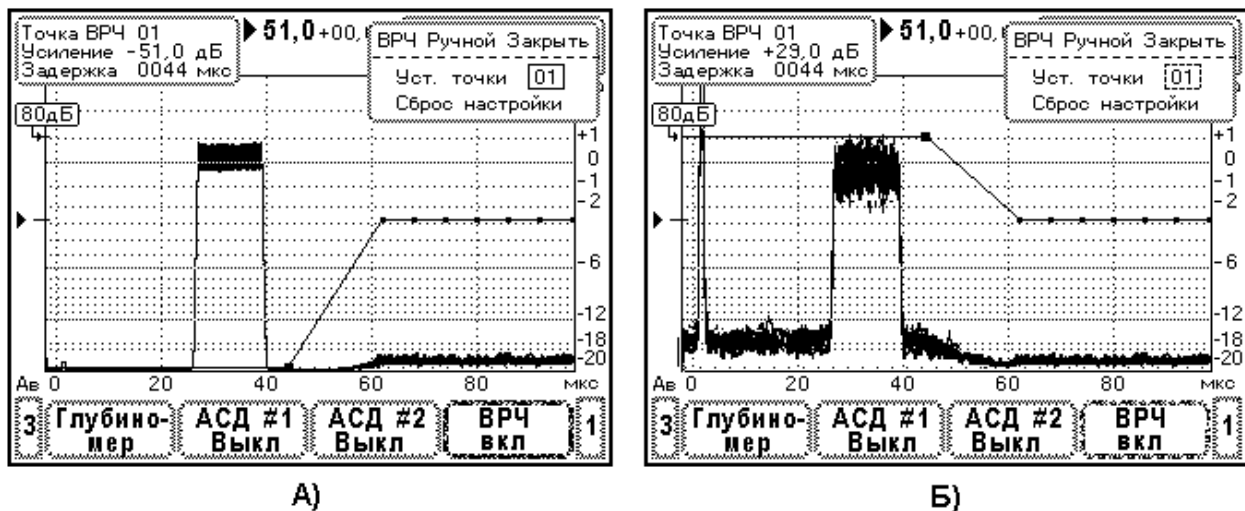

Рис.10.6.8.1. Вид тест-сигнала на экране дефектоскопа при определении динамического диапазона ВРЧ.
3. Включите систему ВРЧ дефектоскопа. В меню «Настройка» - «ВРЧ» в верхнем элементе установите «ВКЛ», затем в нижнем элементе меню выберите стиль ВРЧ «Ручной» и перейдите в режим редактирования кривой ВРЧ. Вид меню показан на Рис.10.6.8.1. Далее удалите действующую настройку ВРЧ путем выбора элемента меню «Сброс настройки». В результате коррекция усиления во всех точках ВРЧ устанавливается в ноль. Точки ВРЧ группируются в пределах экрана прибора. Если необходимо, с помощью образцового аттенюатора проведите подстройку амплитуды тест-сигнала на уровень 0дБ по экрану.
в точке ВРЧ 01. Затем, изменяя ослабление образцового аттенюатора, установите амплитуду тест-сигнала на уровень 0дБ по экрану. Вид экрана дефектоскопа после выполнения указанных операций представлен на Рис.10.6.8.1.А. Зафиксируйте ослабление образцового аттенюатора  $K_n$  [дБ].
5. Определение верхней границы динамического диапазона ВРЧ. Увеличивайте до предела усиление в точке ВРЧ 01. Затем, изменяя ослабление образцового аттенюатора, установите амплитуду тест-сигнала на уровень 0дБ по экрану (Рис.10.6.8.1.Б). Зафиксируйте ослабление образцового аттенюатора  $K_v$  [дБ].